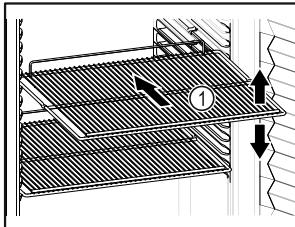

Fig. 60 Primjer izgleda
- Ako su rešetke za polaganje Fig. 60 (1) pomicne, prilagodite ih po visini.